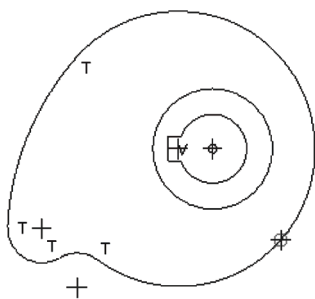

图 4-73 打开模型文件
STEP 01 单击快速访问工具栏中的“打开”按钮, 打开模型文件，如图 4-73 所示。